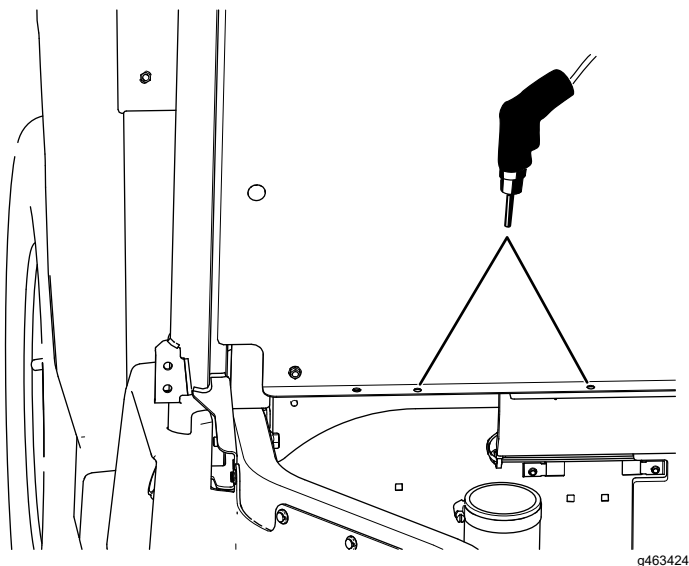

Figure 26
- D. Ôtez le capot d'admission de CVT et percez les 2 trous (11/32") dans le panneau de siège (Figure 26).